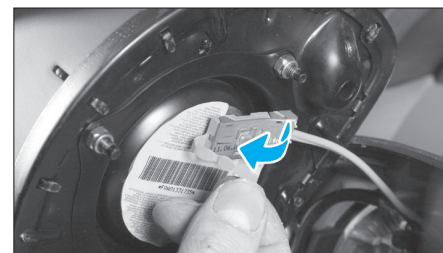

FIG. 2
- Débrancher le connecteur du module puis le déposer (Fig.2).